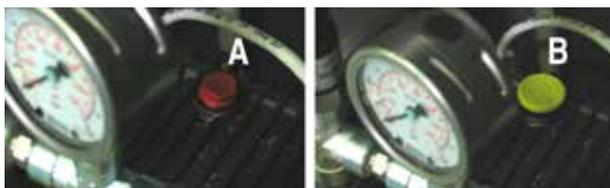

Fig. 2.a
- 更换顶部油帽（ Fig. 2.a, A），仅用于运输，带排气孔油帽（ Fig. 2.a, B）用于常规运行中；